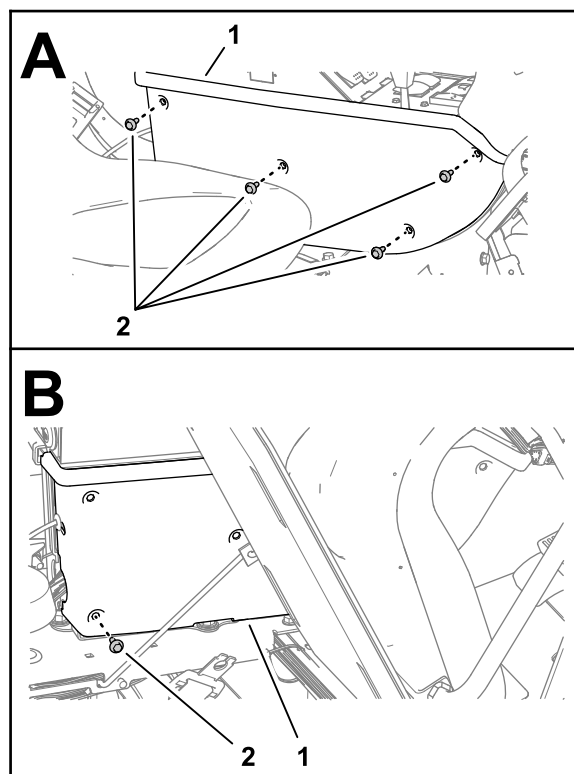

Figure 41
2. Retirez les 4 vis à embase ($\frac{1}{4} \times \frac{3}{4}$ po) qui fixent le panneau latéral de la console centrale, comme montré à la Figure 41.
3. Basculez le siège passager en avant et retirez la vis à embase inférieure arrière (Figure 41).